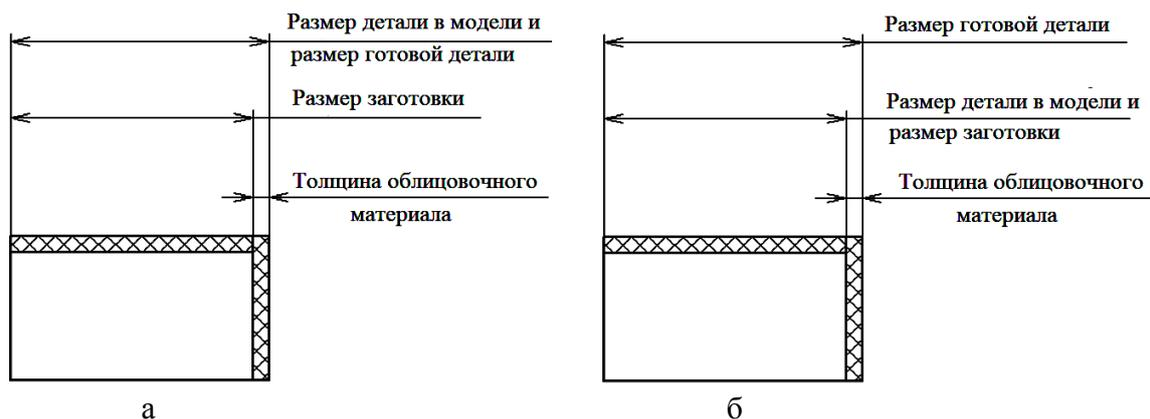

Рис. 2.18. Влияние подрезки на размер детали
- флажок *Подрезать* определяет необходимость уменьшения габаритных размеров готовой панели на толщину кромки. Если он установлен, то размеры готовой детали будут точно соответствовать ее размерам в модели (рис. 2.18а), а если не установлен, то они автоматически увеличатся на толщину кромки (рис. 2.18б).